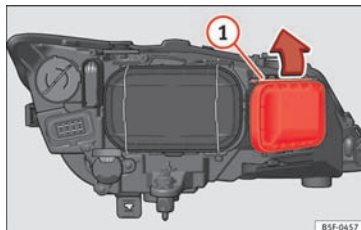

Fig. 106 Blinklyspære
- Forskyd holderen » **Fig. 106** ① i pilens retning, og tag afdækningen af.